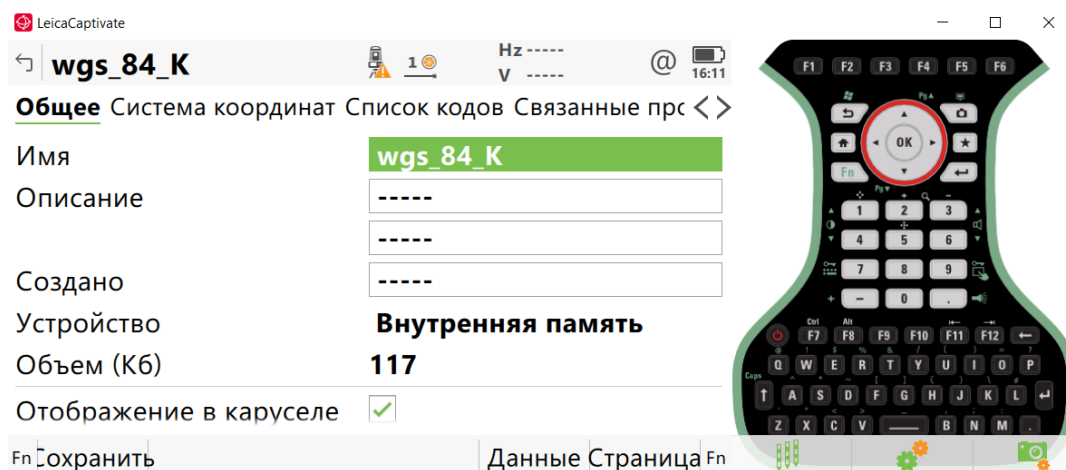

Рисунок 3 – Создание проекта
3. Присваиваем проекту имя и сохраняем его (рис. 3):